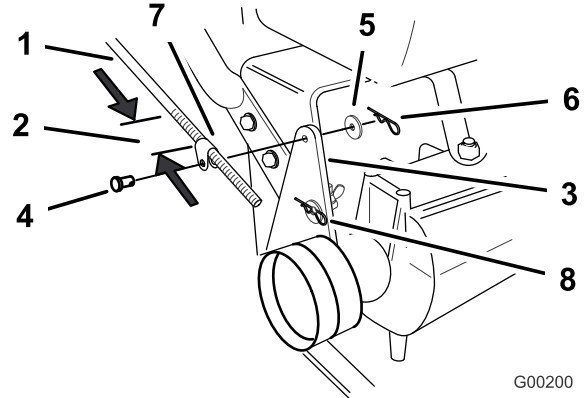

Figure 10
2. Vérifiez que les tiges sont équidistantes sur chaque tige de commande. Les tiges de commande doivent se trouver à environ 89 mm (3,5") du début du filetage pour la position la plus basse du guidon (Figure 10).
3. Enfilez les axes de chape dans les fixations et les trous de montage des pattes de la poulie de tension (en passant par l'extérieur) (Figure 10). Fixez-les en place avec les rondelles et les goupilles fendues (Figure 10).